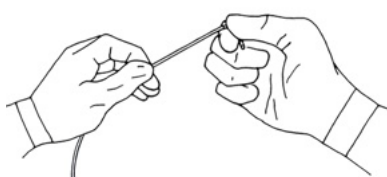

Fig. 3: curvatura punta
5. In fluoroscopia, inserire ora l'elettrocatteteri attraverso l'introduttore e raggiungere lo spazio epidurale extradurale. Posizionare gli elettrodi della punta dell'elettrocatteteri nella zona interessata al trattamento. Per facilitare la procedura di posizionamento, prima dell'introduzione è possibile curvare leggermente la punta dell'elettrocatteteri in prossimità degli elettrodi aiutandosi esclusivamente con le dita delle mani (fig. 3) ed eseguendo tale manipolazione esclusivamente a mandrino inserito.